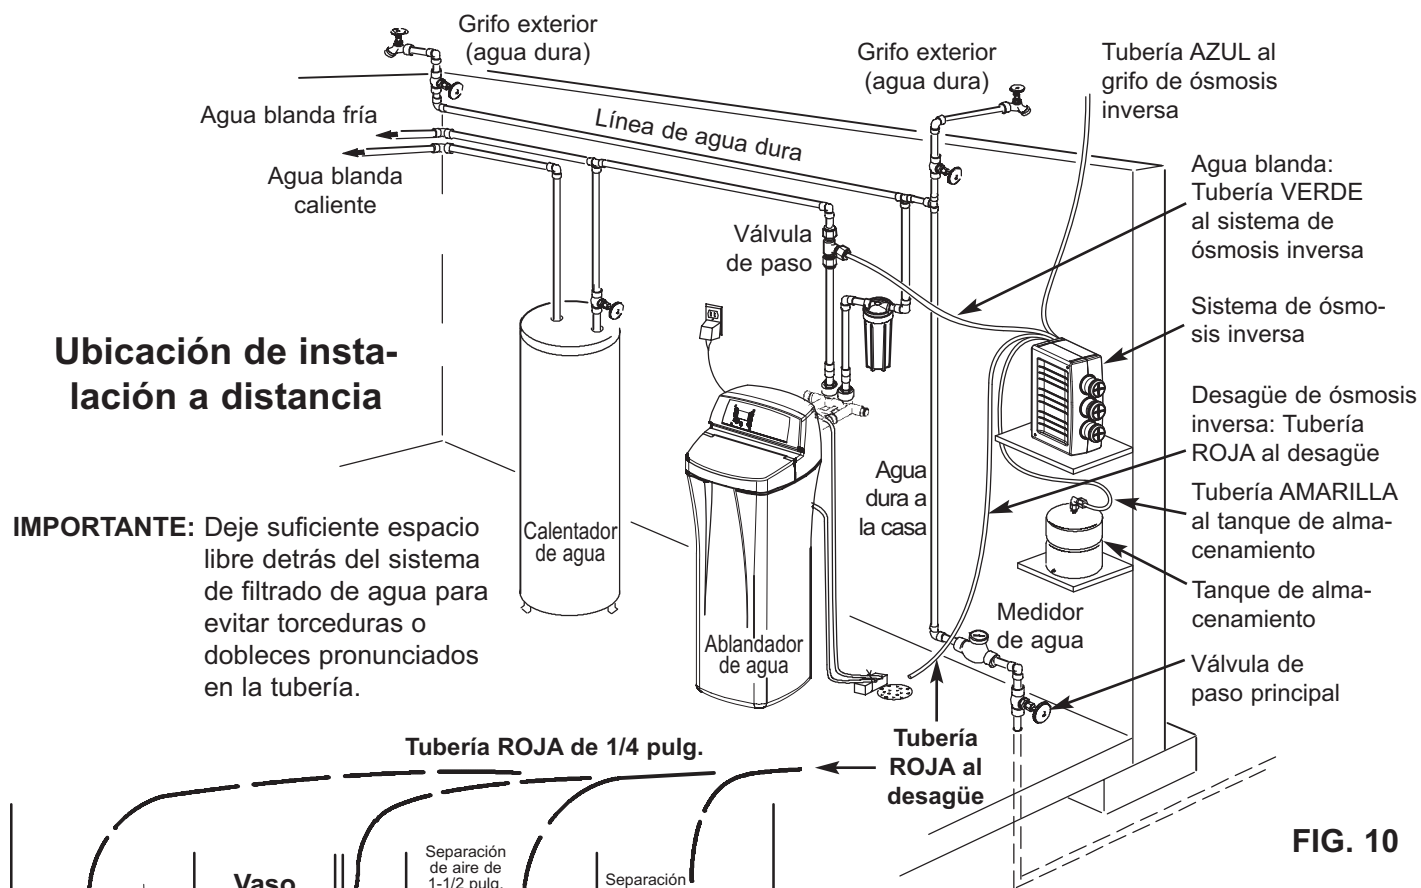

FIG. 10
1. Ubique la tubería roja de 0.6 cm (1/4 pulg.) en el conjunto del filtro de ósmosis inversa. Vea la Fig. 10.